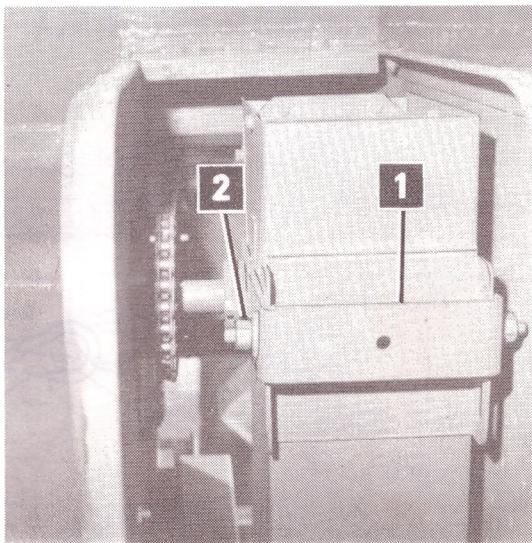

FIG. 58
- Vérifier périodiquement la tension et éventuellement la régler en déplaçant le support (1 fig 58) de l'arbre supérieur de l'élevateur après avoir dévissé les vis (2) ; vérifier à travers la trappe de visite que la chaîne peut se déplacer transversalement sur le pignon.